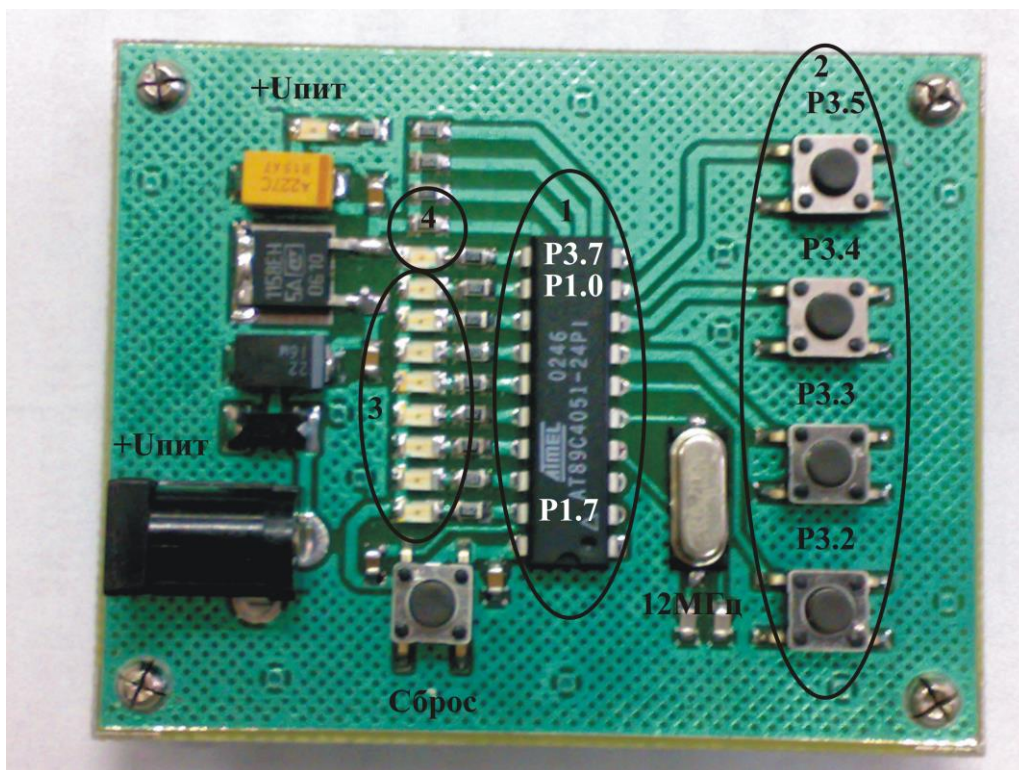

Рис.9 Отладочная плата.
Отладочная плата (рис. 9) используется для тестирования написанной программы и реализации конечного устройства.
6. Написать программу «Бегущие огни». Программа «Бегущие огни» должна выводить световые эффекты (не менее 16) с помощью 8 красных светодиодов (см. рис. 9). Эффекты переключаются двумя кнопками. При достижении максимального или минимального номера эффекта дважды по 0.5с. должен засветиться зеленый светодиод. Другая пара кнопок должна регулировать скорость (не менее 16 скоростей) смены кадров в эффектах. При достижении минимальной или максимальной скорости должен засветиться зеленый светодиод на 1с. Если в течении 20 секунд не нажата ни одна кнопка, программа автоматически должна переключать эффекты в сторону увеличения по циклу с выдержкой каждого эффекта не менее 30 секунд.